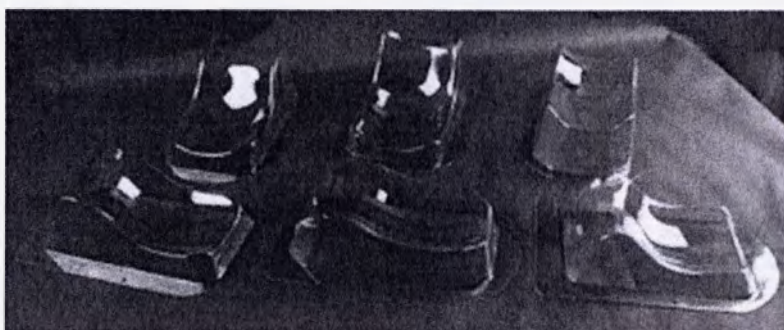

Рисунок 7
4.2.8. Подголовники из акрила бывают 6 типоразмеров (рисунок 7). На подголовник сверху кладется индивидуально сформированная подушка для головы, подготовка подушки описана в Приложении А.